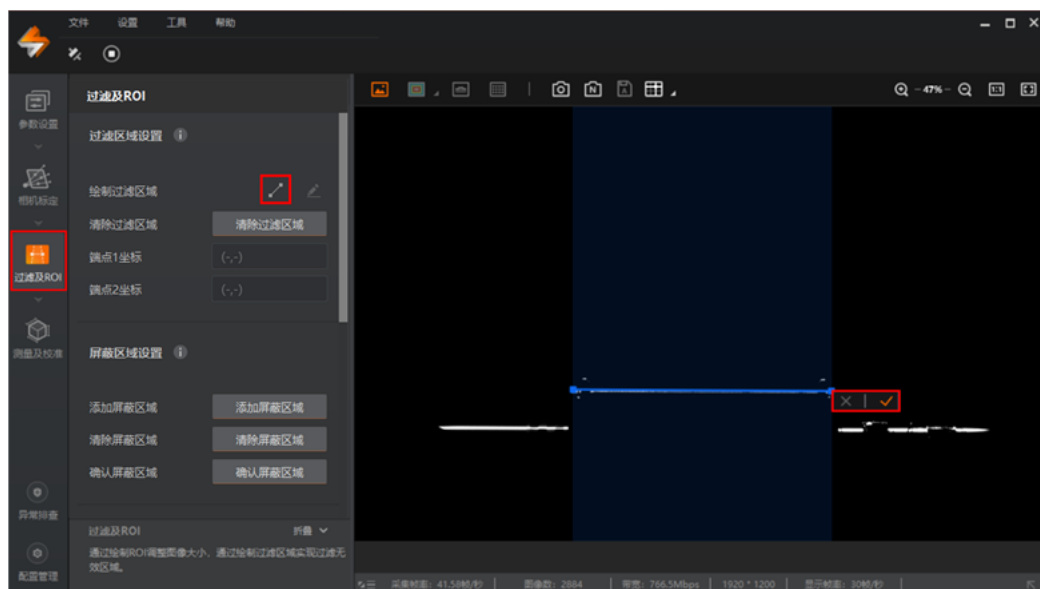

图2-24 绘制过滤区域
2. 在客户端左侧的相机配置栏中选择“过滤及 ROI”，在“过滤区域设置”中单击  绘制，可在图像上绘制两个点框定过滤区域。完成后，单击  即可，如图 2-24 所示。